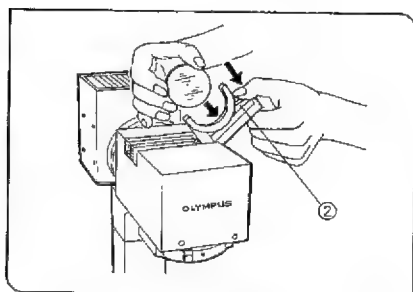

図 76
2) フィルタホルダの取付レバー部②を押さえながらフィルタを挿入します。(図76)